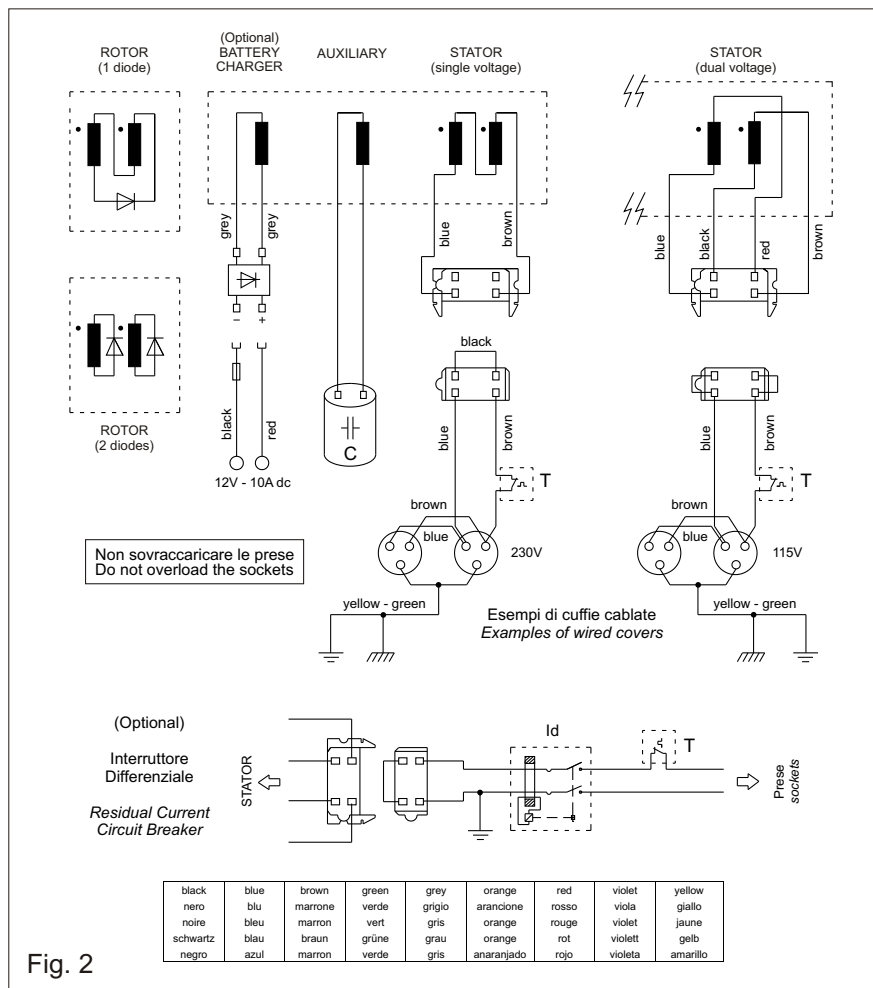

Fig. 2
- 5) Collegare l'alternatore al quadro elettrico **P4/P6** unendo i connettori **C** e **C1**; effettuare la messa a terra e l'eventuale collegamento del carica batterie (vedi schema elettrico Fig.2); bloccare il gruppo connettori allo scudo, mediante innesto nella apposita sede predisposta **C2**
- 5) Connect the alternator to the electric control panel **P4/P6** by joining the **C** and **C1** connectors; after making the ground connection and the connection to the battery-charger (see wiring diagram Fig.2); fasten the connector unit to the shield by fitting it into the **C2** housing provided
- 5) Connectez l'alternateur au tableau électrique **P4/P6** en associant les connecteurs **C** et **C1**. Mettez à la terre et connectez éventuellement le chargeur de batteries (voir le schéma électrique Fig.2). Solidarisez le groupe de connecteurs à la flasque par emboîtement dans le siège **C2** prévu à cet effet
- 5) Den Wechselstromgenerator durch Verbinden der Verbinder **C** und **C1** an der Schalttafel **P4/P6** anschließen. Die Erdung und ggf. den Anschluss des Batterieladegeräts ausführen (siehe Schaltplan Fig.2); den Verbindersatz durch Einrasten der entsprechenden, vorbereiteten Aufnahme **C2** am Lagerschild blockieren
- 5) Conectar el alternador al cuadro eléctrico **P4/P6** uniendo los conectores **C** y **C1**; efectuar la toma de tierra y la eventual conexión del cargador de baterías (véase esquema eléctrico Fig.2); fijar el grupo conectores a la caja, acoplándolo en el específico alojamiento predispuesto **C2**